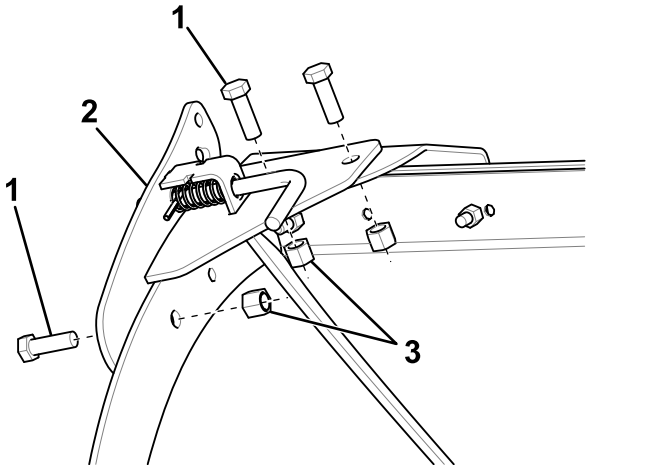

Bild 3
6. Befestigen Sie die Federhalterung mit einer Schraube (1/2") und einer Kontermutter (**Bild 3**) lose an der Seite des Pflugs.
7. Befestigen Sie die Federhalterung mit zwei Schrauben und Sicherungsmuttern an der Grundplatte der Federhalterung (**Bild 3**).